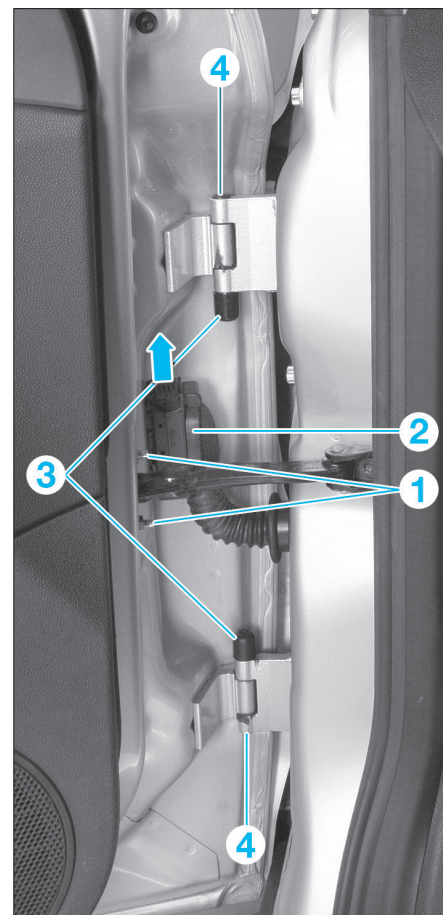

FIG. 44
- Déposer les écrous du limiteur d'ouverture (1).
- Débrancher le connecteur (2) sur la porte (fig. 44).
- Déposer les capuchons (3) des axes de charnière.
- À l'aide d'un deuxième opérateur, déposer les axes de charnières de portes (4).